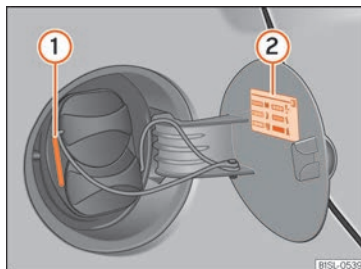
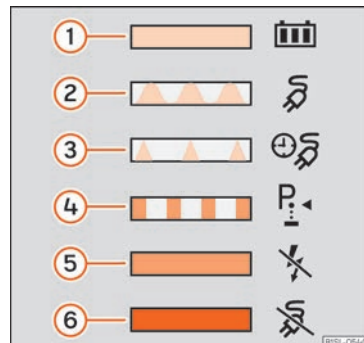

Abb. 156 Hinter der Batterieladepole: Ladevorgangsanzeige (1) und Informationen auf dem Aufkleber (2).
Abb. 157 Auf der Innenseite der Batterieladepole: Aufkleber mit Informationen zur Ladevorgangsanzeige.
Bei der Ladevorgangsanzeige handelt es sich um eine Leuchtdiode (LED) direkt an der Ladepole \ggg **Abb. 156** (1), die den aktuellen Ladestatus anzeigt. Die verschiedenen Anzeigen sind auf einem Aufkleber erklärt \ggg **Abb. 157**.
Legende des Aufklebers mit Informationen zur Ladevorgangsanzeige \ggg **Abb. 157**: